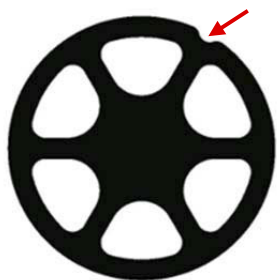

Fig. 6: Kalrez®, válvula estándar
- DuPont™ Kalrez® muestra una muesca en el contorno exterior (véase la Fig. 6)